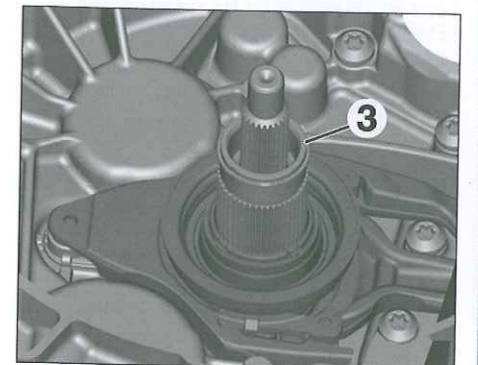

Fig. 6
- Montar el anillo de freno del eje primario exterior (3) (Fig.6).